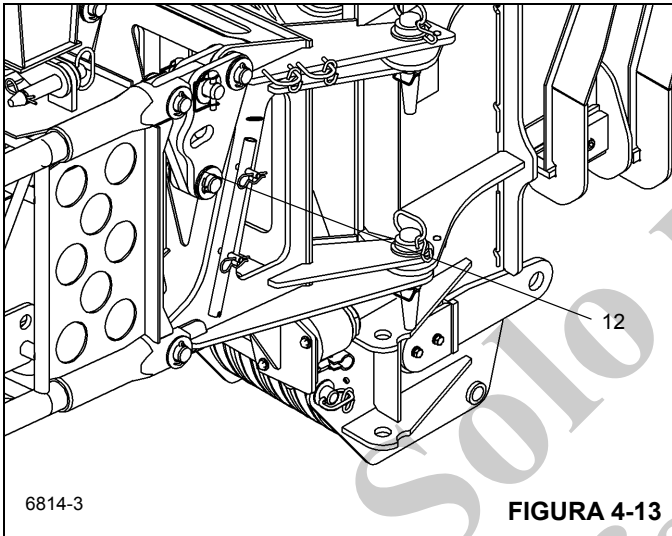

FIGURA 4-13
- b. Quite el pasador de bloqueo, dos arandelas y el pasador de descentramiento (12) (Figura 4-13).
- b. Instale el pasador de descentramiento, dos arandelas y el pasador de bloqueo (12) (Figura 4-13).